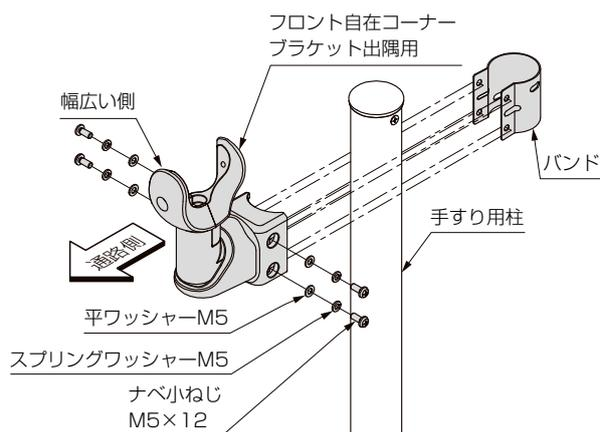

図6-12
- 図6-12のようにして、柱にフロント自在コーナーブラケットとバンドを任意の高さに取付けてください。